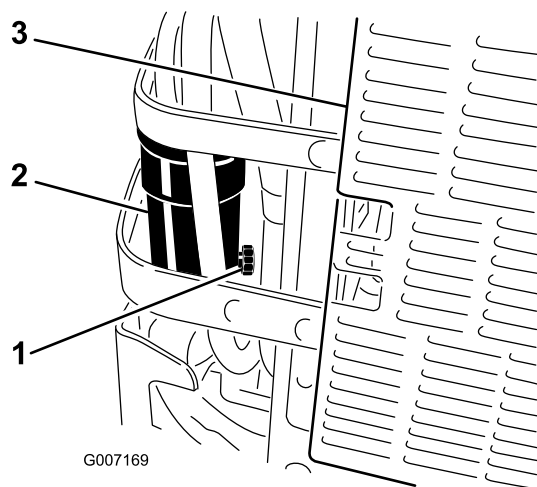

Bild 51
6. Öffnen Sie das Ablassventil am Wasserabscheider um ca. eine Umdrehung, damit das Wasser und andere Verunreinigungen ablaufen können (Bild 51).
7. Schließen Sie das Ablassventil, wenn Diesel austritt (Bild 51).